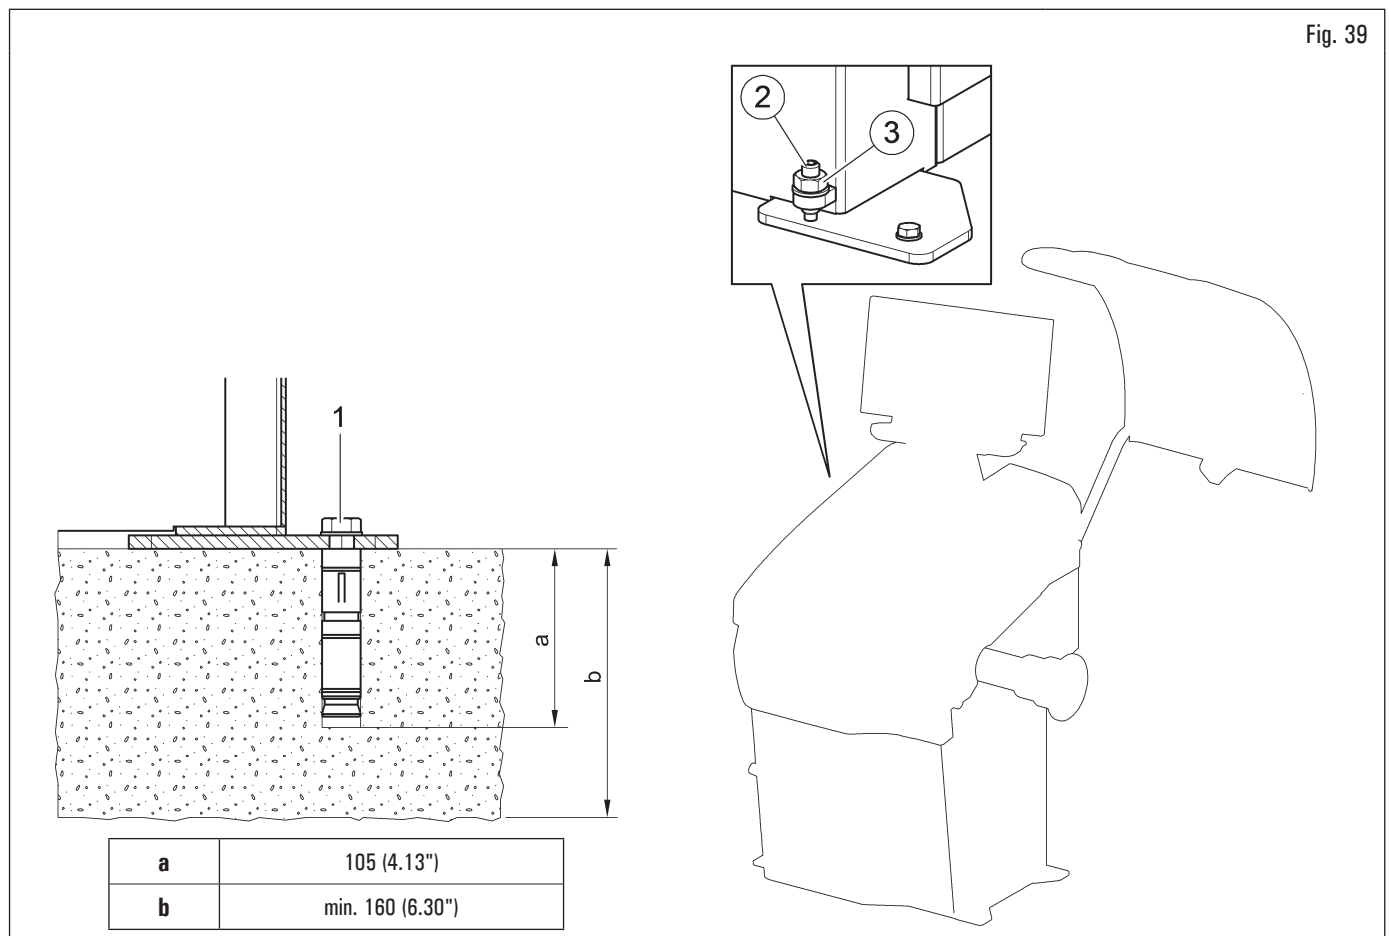

Fig. 39
L'apparecchiatura imballata è fissata al pallet di supporto per mezzo di fori sul telaio indicati nella figura sottostante. Tali fori devono essere utilizzati anche per il fissaggio della stessa al pavimento, utilizzando ancoranti per calcestruzzo idonei (non inclusi). Prima del fissaggio al calcestruzzo, controllare che tutti i punti di ancoraggio siano in piano, livellati e in contatto con il pavimento. Se così non fosse, spessorare tra l'apparecchiatura e il pavimento, come indicato in Fig. 39.
Dopo aver verificato che l'equilibratrice sia correttamente livellata, serrare il dado (Fig. 39 rif. 3) tenendo ferma, con apposita chiave, la vite (Fig. 39 rif. 2).
- Per il fissaggio dell'apparecchiatura a terra, utilizzare bulloni e perni di ancoraggio (Fig. 39 rif. 1) aventi un gambo filettato M8 (UNC 5/16) di tipo adatto al pavimento sul quale verrà fissata l'equilibratrice e in numero pari al numero dei fori di montaggio sul telaio di fondo;